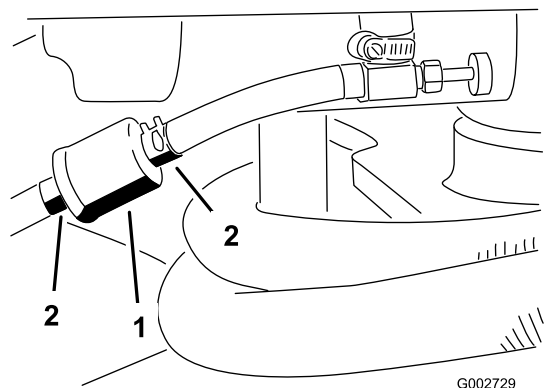

図 29
1. 燃料バルブを閉じ、フィルタのキャブレタ側についているホース・クランプをゆるめ、燃料ラインからフィルタを外す(図 29)。